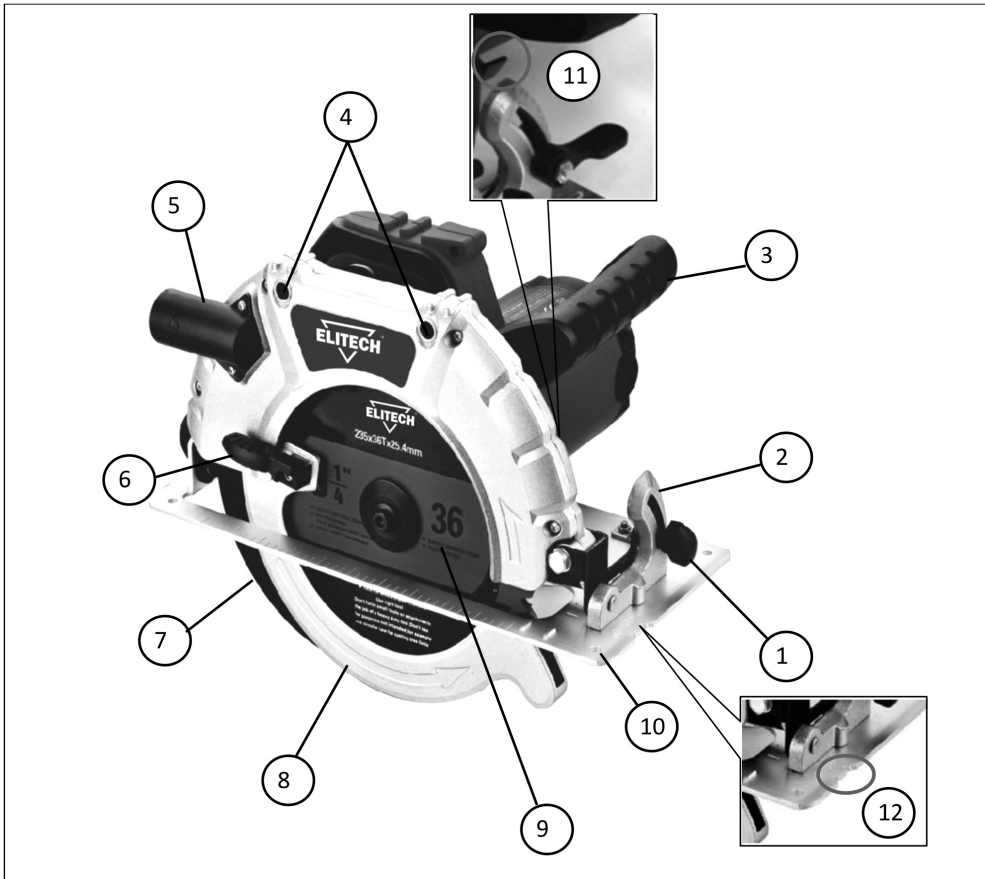

Рис. 1
2. Зафиксировать пильный диск с помощью ручки фиксации диска (поз. 11, рис. 1)
4. Отвести подвижный защитный кожух диска (поз. 8, рис. 1) назад до упора и зафиксировать его
Ослабьте ручку регулировки угла наклона диска (поз. 1, рис. 1). Передвижением опорной платформы установите необходимый угол наклона диска. После регулировки угла наклона диска зафиксируйте ручку регулировки угла наклона диска.
1. Установите пилу (опорную платформу) на пиломатериал и выровняйте положение пильного диска по отношению к линии пропила, пользуясь для этого прорезью для визирования. Если пильный диск не наклонён, совмещайте линию пропила с правой стороной прорези для визирования (рис. 1, поз. 12), при пилении под наклоном (45°) совмещайте линию пропила с левой стороной прорези для визирования (помечена значком "45" на опорной платформе).